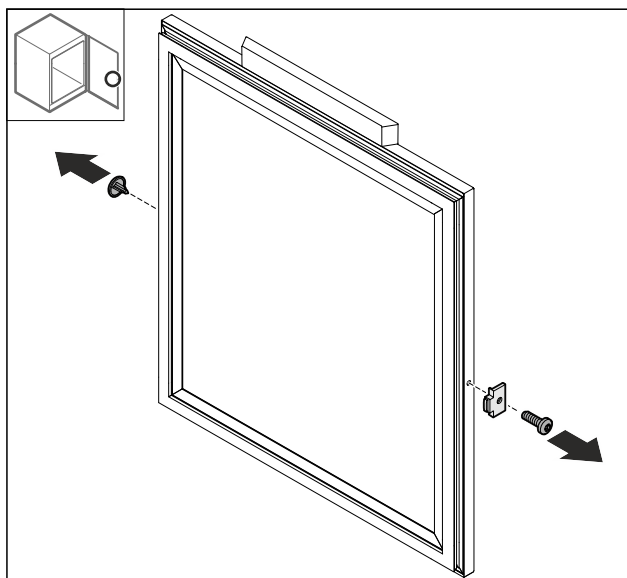

Fig. 47
- ▶ Skinite poklopac Fig. 47 (1).
- ▶ Demontirajte zaustavljač vrata Fig. 47 (2).